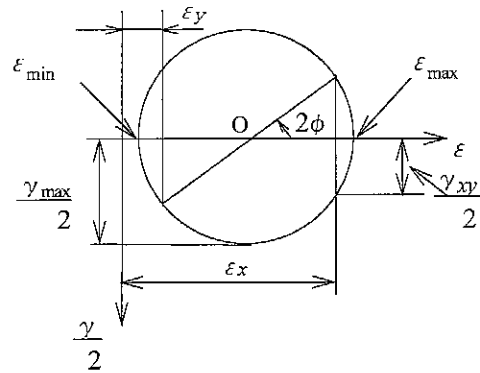

図6 モールのひずみ円
- ① 20 ② 25 ③ 38 ④ 57 ⑤ 76 ⑥ 114
- (2) 図4のように丸棒の表面Cにロゼットゲージを貼り、図5のように中心軸 (x 軸) に対して 45° をなす2方向のひずみ ε_1 と ε_2 を測定した。モールのひずみ円図6を参考にして、主せん断ひずみ γ_1 を計算する式を下記の〔数式群〕からえらび、その番号を解答用紙の解答欄【B】にマークせよ。
このひずみ状態をモールのひずみ円を用いて表すと図6のようになる。